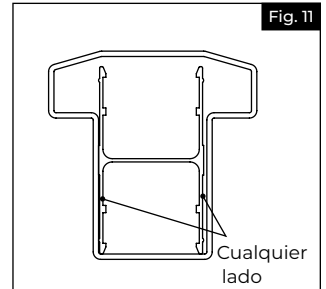

Fig. 11
**NOTA:** Los travesaños superiores Finyl Line están reforzados con un canal de aluminio. Compruebe el interior de su travesaño superior antes de la instalación. Si utiliza una forma que no sea una "H" mayúscula, asegúrese de orientar ese travesaño de manera que la parte larga del aluminio esté orientada hacia el interior de la plataforma (Fig. 11).